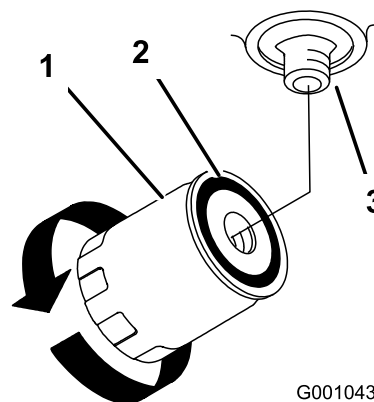

Figura 74
7. Spalmate un velo sulla guarnizione di gomma sul nuovo filtro (Figura 74).
9. Riempite il serbatoio con fluido idraulico finché il fluido non fuoriesce dal filtro, quindi girate il filtro in senso orario fin quando la guarnizione di gomma tocca il riduttore del filtro; a questo punto serrate il filtro girandolo di un altro mezzo giro (Figura 74).